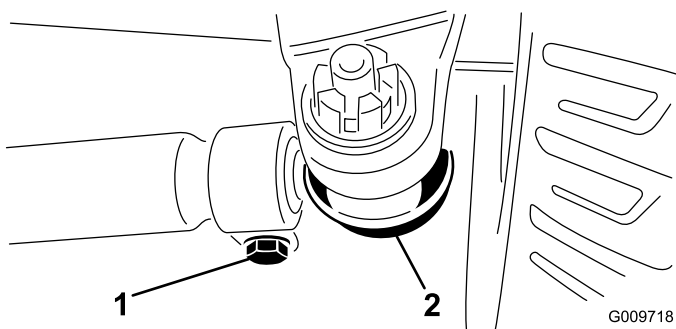

Figura 83
3. Pentru reglare, îndepărtați cuiul spintecat i piulia de la oricare dintre articulațiile sferice ale tirantului (Figura 83). Îndepărtați articulația sferică a tirantului de pe suportul carcusei axului.
4. Slăbiți clemele de la ambele capete ale tirantului (Figura 83).